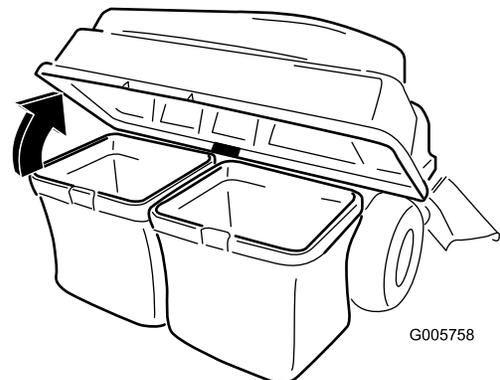

Figura 32
4. Levante la tapa del ensacador (Figura 32).